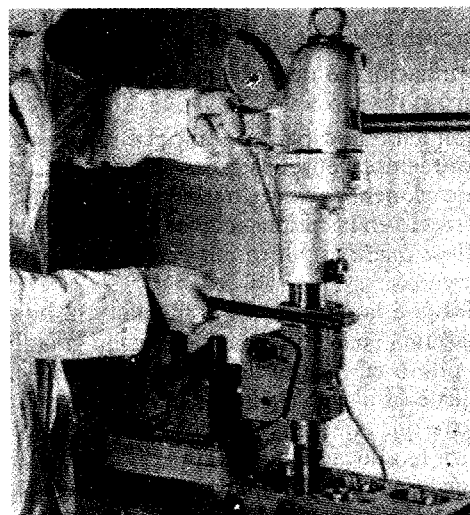

Fig. 6.34 Corte de un rebajo en la culata de cilindros con una máquina instaladora de insertos, para instalar un inserto
4. Móntese la cuchilla en el husillo y móntese la máquina en la culata, con el husillo guiado con el piloto en la guía de válvula (Fig. 6.34).